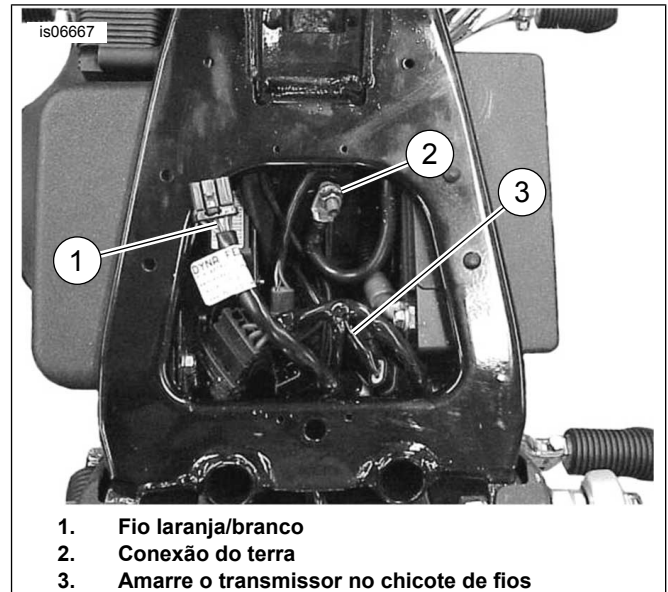

Figura 2. Montagem do transmissor (Dyna)
2. Veja a Figura 2. Use abraçadeiras para fixar o transmissor no chicote de fios Dyna (3), localizado sob o assento e próximo do compartimento da bateria. Passe os fios do transmissor para frente pelo lado direito do quadro. Vá para a seção **Conexão do chicote de fios**.